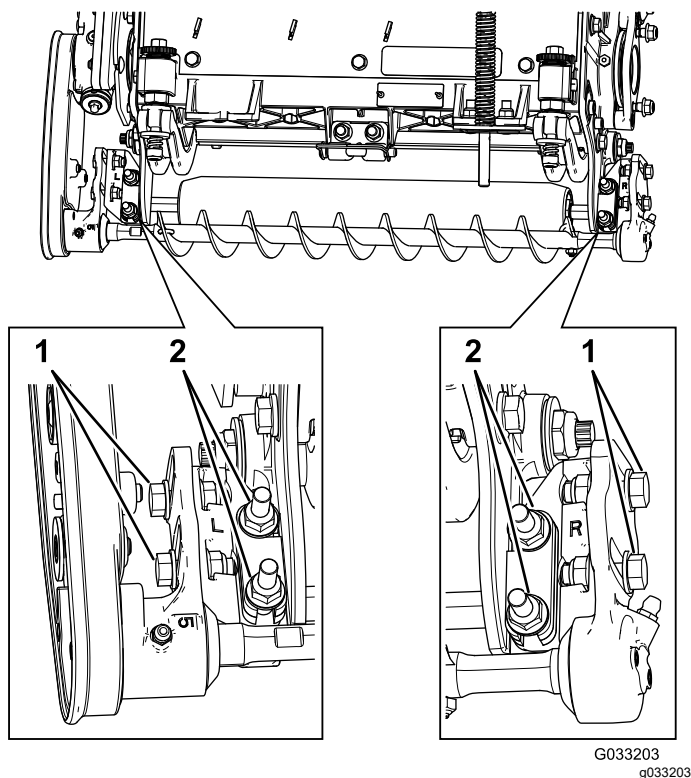

Figura 9
- A. Allentate i 2 dadi di bloccaggio flangiati che fissano la staffa di montaggio della spazzola per rullo alla piastra laterale dell'apparato di taglio (Figura 9).
- B. Girate l'alloggiamento del cuscinetto della spazzola per rullo fin quando la piastra della spazzola non risulta parallela alla piastra laterale dell'apparato di taglio (Figura 9).
- C. Serrate i 2 dadi di bloccaggio flangiati che fissano la staffa di montaggio della spazzola per rullo alla piastra laterale dell'apparato di taglio (Figura 9).
1. Allentate i 2 bulloni che fissano ciascun alloggiamento del cuscinetto della spazzola per rullo alla staffa di montaggio della spazzola per rullo (Figura 9).